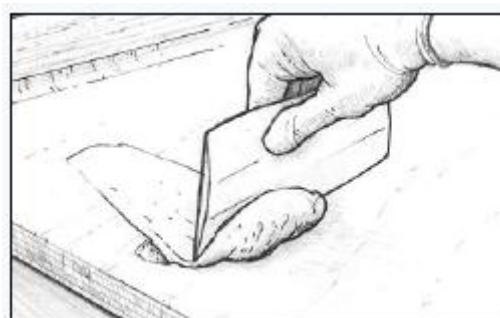

Рисунок 6-9. Нанесите выравнивающий состав, чтобы заполнить все выемки и разгладьте его.
4. Нанесите загущённую эпоксидную смолу на пропитанную поверхность с помощью пластикового шпателя, заполняя все выемки и неровности. Разровняйте материал так, как нужно, оставляя объём смеси немного выше уровня поверхности (Рисунок 6-9). Удалите излишки смолы до того, как она застынет. Если глубина неровностей более 12 мм, наносите смесь в несколько этапов, или используйте отвердитель 206 или 209, в зависимости от температуры окружающей среды.